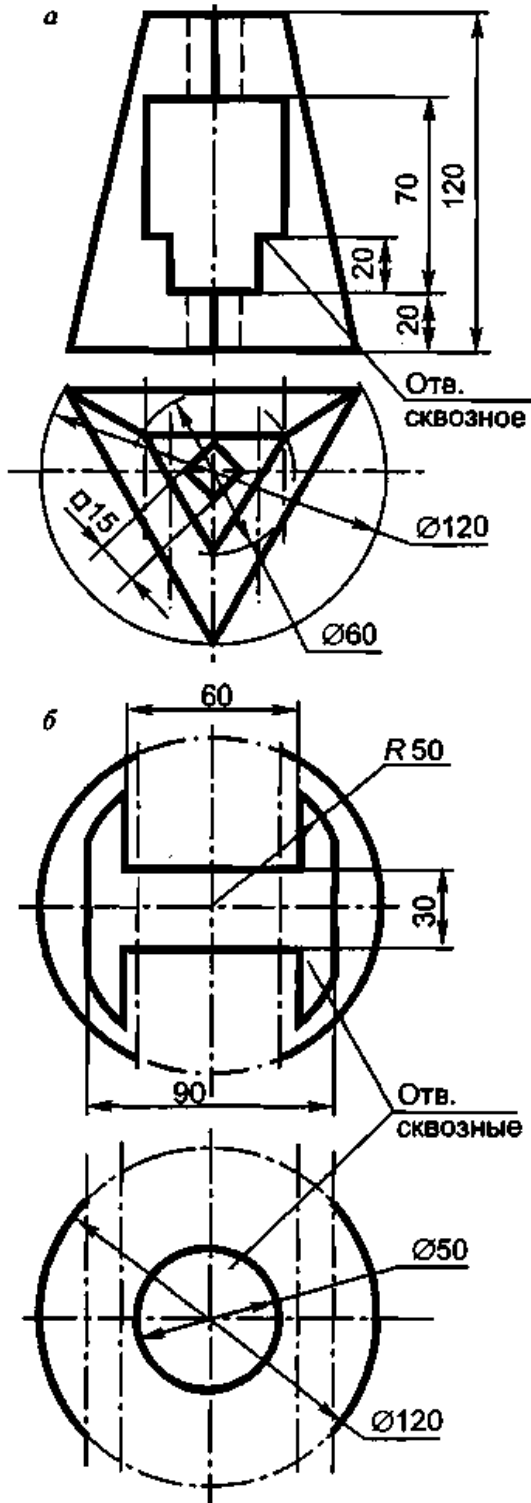

Рис. 2.37
27. Выполнить чертежи треугольной пирамиды (а) и сферы (б) с окнами в трех проекциях с тремя разрезами каждой (рис. 2.37).